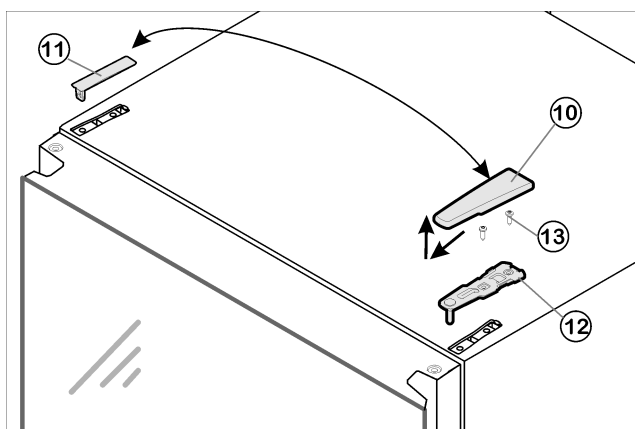

Fig. 6
- Enlever le cache Fig. 6 (10) vers l'avant et le haut.
- Retirer le cache Fig. 6 (11).
- Dévisser le support d'appui supérieur Fig. 6 (12) (2 vis Torx® 25) Fig. 6 (13) et l'enlever par le haut.
- ▶ Placer le support d'appui supérieur Fig. 6 (12) sur le nouveau côté charnière de la porte.
- ▶ Visser le support d'appui supérieur Fig. 6 (12) avec un couple de serrage de 4 Nm (2 Torx® 25) Fig. 6 (13). Pointer les trous de vissage ou utiliser une visseuse sans fil.
- ▶ Faire encliqueter le cache Fig. 6 (10) et le cache Fig. 6 (11) du côté opposé.